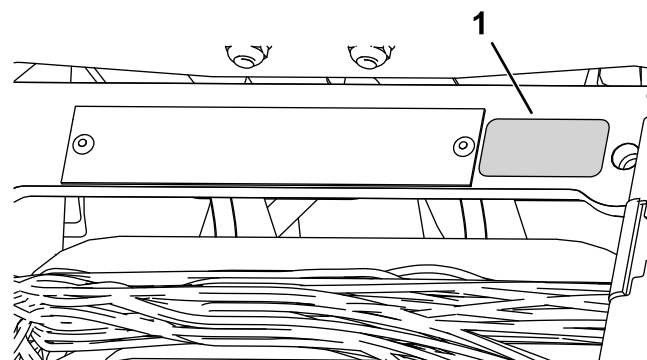

図 16
- シリアルプレートの上に製造年デカルを貼りつける 図 16。